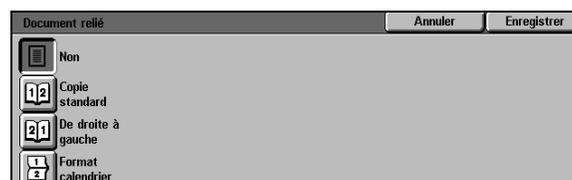

Figure 10 : Fonction Document relié désactivée
- 2 Sélectionnez **Non** (voir la figure 10).